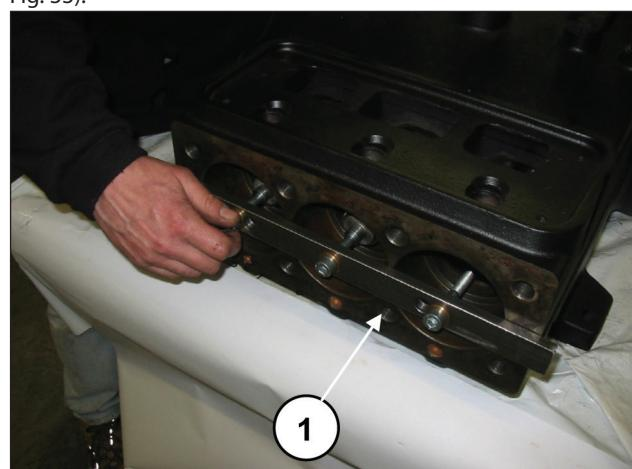
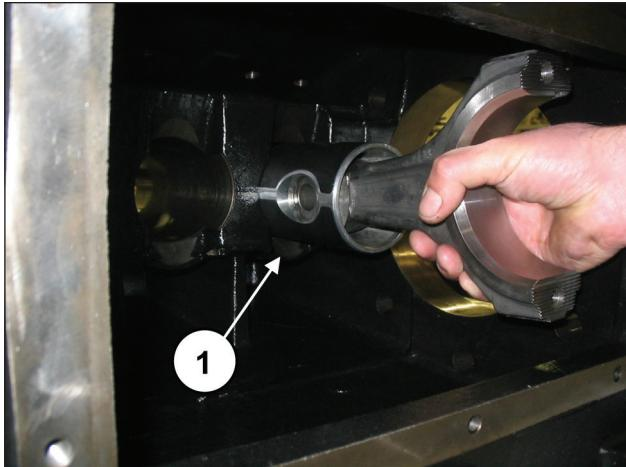

Fig. 32
Fig. 33
Dévisser les vis de l'outil réf. 27566200 pour débloquer les bielles (rep. ①, Fig. 32), puis dégager les ensembles bielle-guide de piston par l'ouverture arrière du carter (rep. ①, Fig. 33).
Après s'être assuré que le carter est propre, insérer l'ensemble demi-bielle/guide de piston dans les chemises du carter (rep. ①, Fig. 33).
Bloquer les trois groupes à l'aide de l'outil réf. 27566200 (rep. ①, Fig. 32).
Déposer l'outil de blocage des bielles réf. 27566200 (rep. ①, Fig. 32).